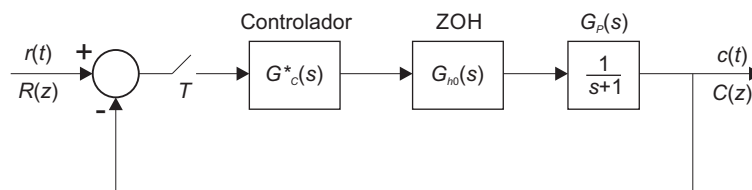

Figura 1:
1. Considere o sistema mostrado na figura 1. Assuma que o controlador a tempo discreto é do tipo integral, isto é,